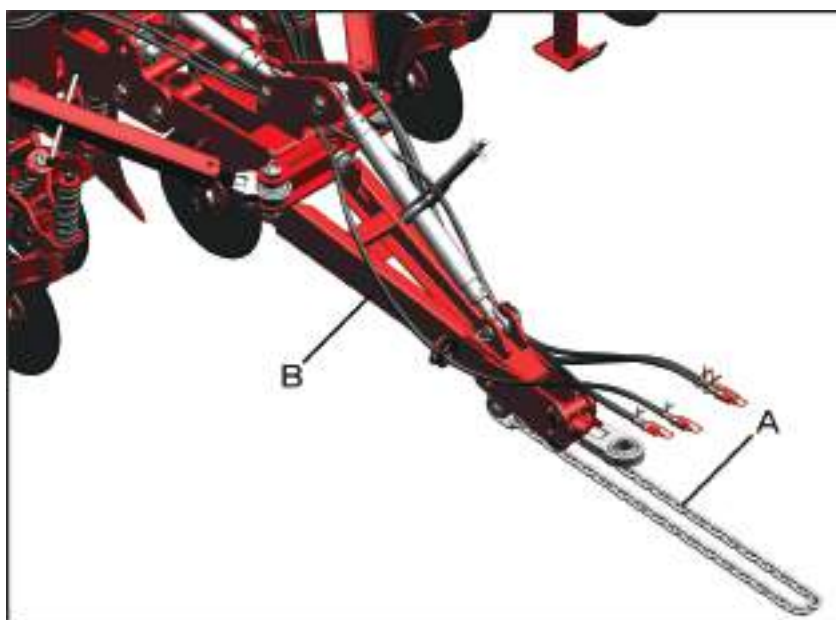

fig. 150
- Para um transporte mais seguro, acople a corrente de segurança (A) (fig. 150) fixada no cabeçalho (B) na barra de tração do seu trator.